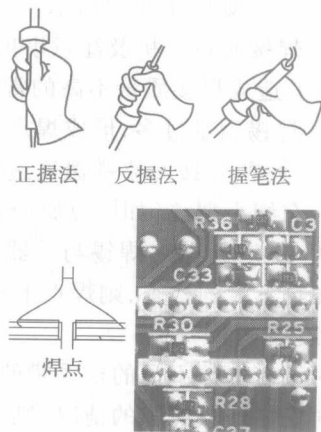

图 1.7 电烙铁的拿法及焊点实物
手工焊接握电烙铁的方法有正握法、反握法及握笔法三种,如图 1.7 所示。焊接元器件及维修电路板时以握笔法较为灵活、方便。
② 加热焊件:将烙铁头同时靠在元器件引脚和焊盘的结合部上,开始加热焊件,即元器件引脚和焊盘。
③ 送入焊丝:将焊接处加热到一定温度后,从电烙铁的对面送入焊锡丝,放在焊盘上,使焊锡丝熔化,浸润焊盘和元器件引脚。
④ 移开焊丝:当焊锡丝适量熔化后,迅速移开焊锡丝。
⑤ 移开烙铁:当焊接点上的焊料流散接近饱满,助焊剂尚未完全挥发,也就是焊接点上的温度最适当、焊锡最光亮、流动性最强的时刻,迅速移开电烙铁。待焊接面焊锡冷却后就得到一个理想的焊点,如图 1.7 中所示。